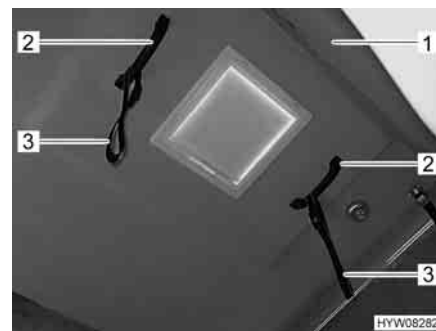

Fig. 45 Maniglia sul tetto a soffietto
- Spingere il tetto a soffietto (Fig. 45,1) completamente verso l'alto mediante le maniglie (Fig. 45,2).
- Tirare lentamente verso il basso il tetto a soffietto (Fig. 45,1) tenendolo per le maniglie (Fig. 45,2) o le cinghie ausiliarie (Fig. 45,3) fino a che il tetto a soffietto rimane autonomamente in questa posizione. Prestare attenzione a che i dispositivi di inserzione laterali (Fig. 47,2) si pieghino verso l'interno.